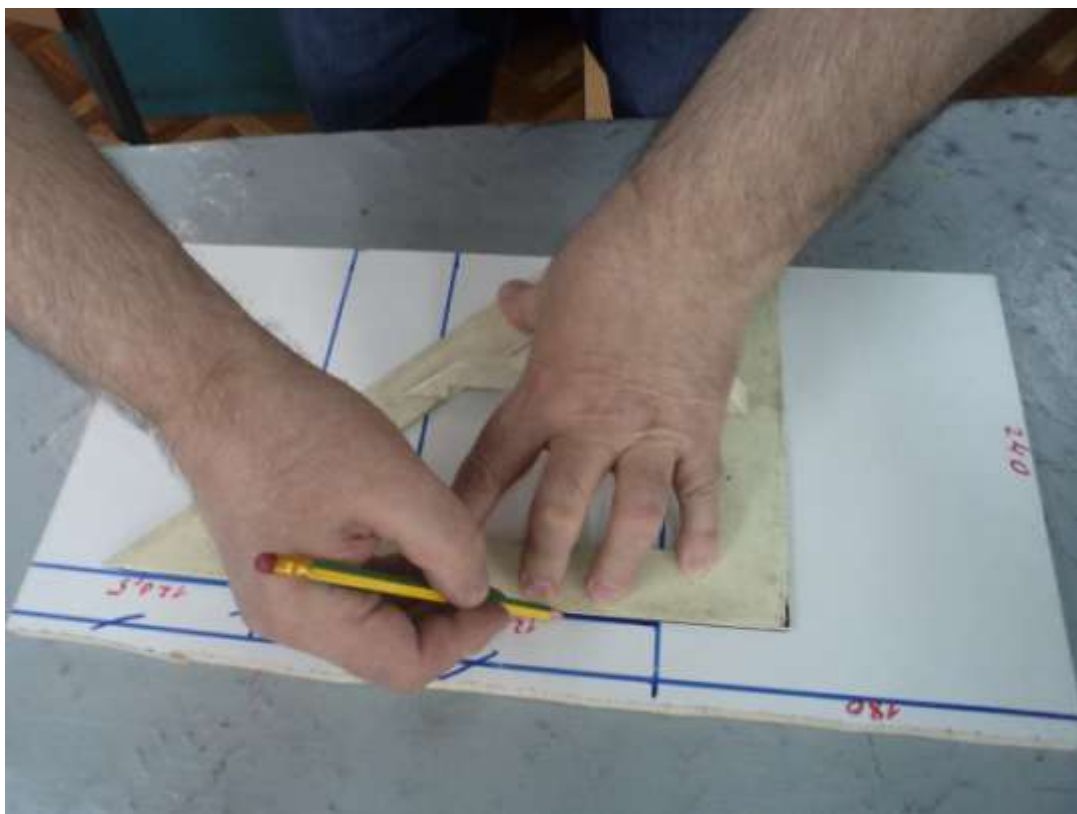

Рисунок 1. Разметка деталей конструктора.
- 2) разметка и распил деталей конструктора (рисунок 1, 2);